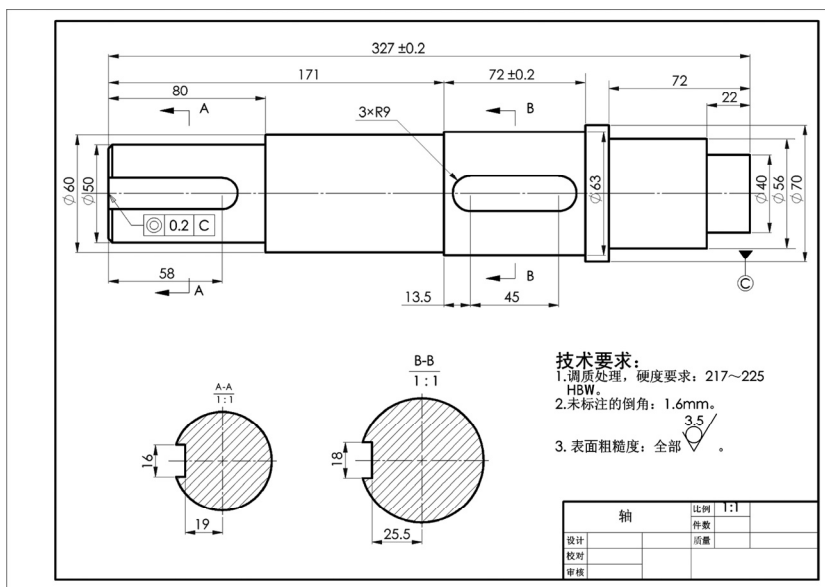

图 7-117 需创建的轴工程图
(1) 使用本章所学的知识，创建本书提供的素材文件“轴.sldprt”的工程图，其效果如图 7-117 所示。